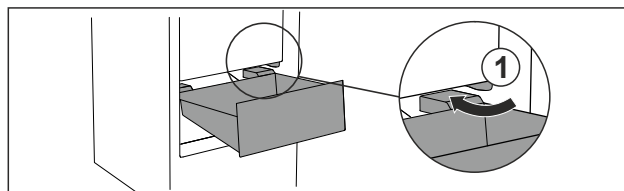

Fig. 65
- ▶ Preved'te zásuvku šikmo okolo zarážok Fig. 65 (1).